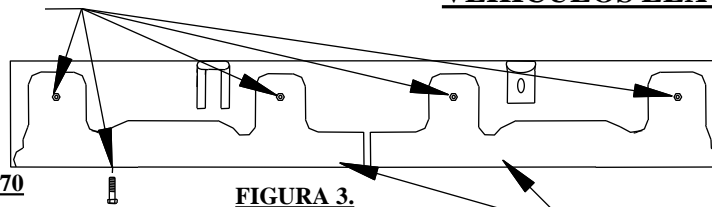

FIGURA 3.
1. Retire los (6) pernos que sostienen los (2) soportes de la placa protectora. Regrese los soportes de la placa protectora y los tornillos al propietario del vehículo para volver a instalar si el enganche se retira. (**Figura 3. arriba**)